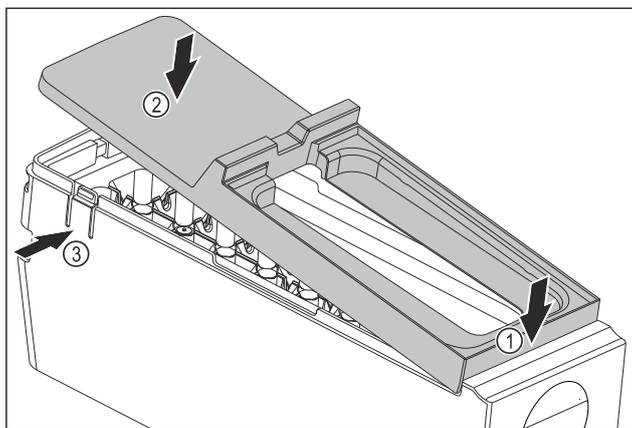

Fig. 115
- ▶ Монтаж на капака на корпуса на EasyTwist-Ice: Поставете капака отпред. Fig. 115 (1)
- ▶ Спуснете капака отзад. Fig. 115 (2)
- ▷ Капакът се фиксира с щракване в двете езичета Fig. 115 (3).